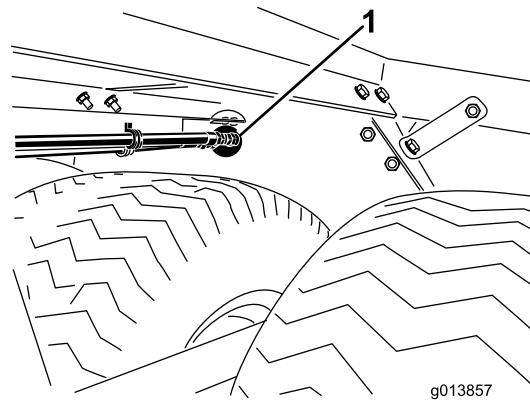

図2 (シャーシの穴)
5. オイルの入口フィッティングと出口フィッティング、およびホースガイドの取り付けブラケットがすべてプロパスのシャーシの後部壁にあいている丸穴に無理なく通ることを確認する（図2）。